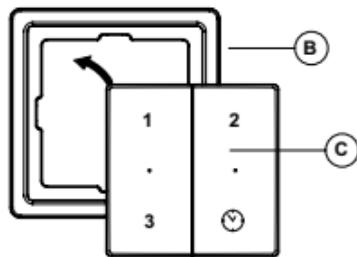

Fig. 5.
2. Umieść przełącznik bezprzewodowy C (rys.5) w ramce B, aż zatrzaśnie się we właściwym położeniu.